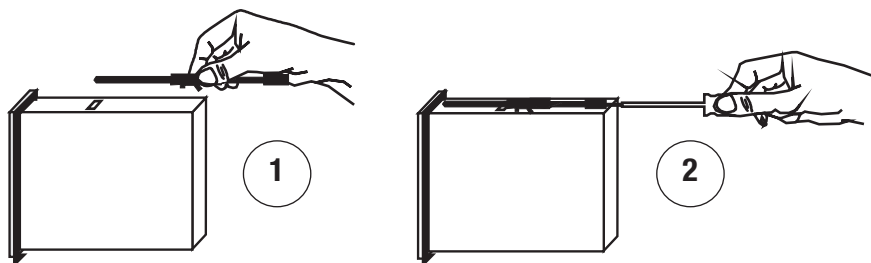

Fig. 2
#### Montaggio su quadro di controllo Fig. 2.
2. Montare il regolatore KS 90-1 utilizzando, per il fissaggio, le due viti fornite con l'apparecchio. **Fig. 2**
Se viene utilizzata una guarnizione tra la cornice del regolatore e il pannello, la protezione sarà IP 65. **Fig. 2**